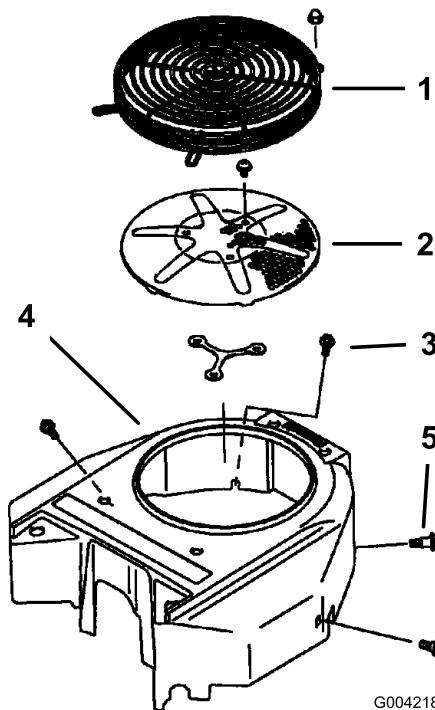

Figura 82
3. Retire la rejilla de entrada de aire, el arrancador de retroceso y la carcasa del ventilador (Figura 82).
- Instale la rejilla de entrada de aire, el arrancador de retroceso y la carcasa del ventilador (Figura 82).